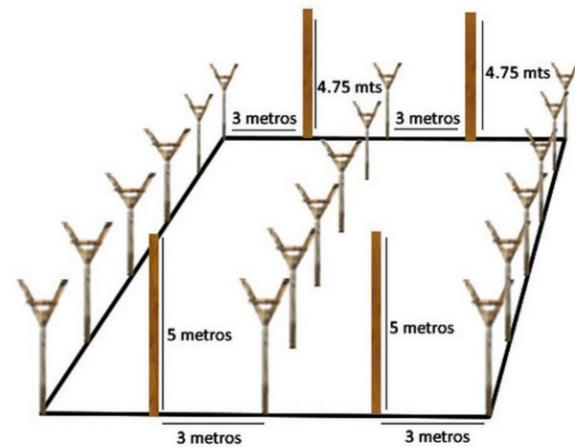

Figura 10
1.6.9 Colocación de postes grandes: Utilizar las reglas de 5x5x18 pies. El distanciamiento de los postes grandes está especificado en la figura 10. En la figura, aún no está especificada lo que queda enterrado del poste (puede ser unos 50cm). Se recomienda echar aceite quemado a la parte del poste que se va a enterrar; esto ayudará a que la parte enterrada del poste no se pudra rápidamente.